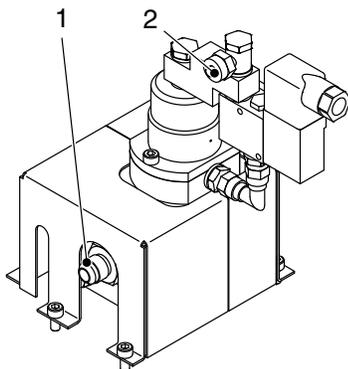

Fig. 3-9
3. Enrosque a mangueira aquecida à conexão (1, fig. 3-9) da válvula de enchimento (consulte também a fig. 3-8).